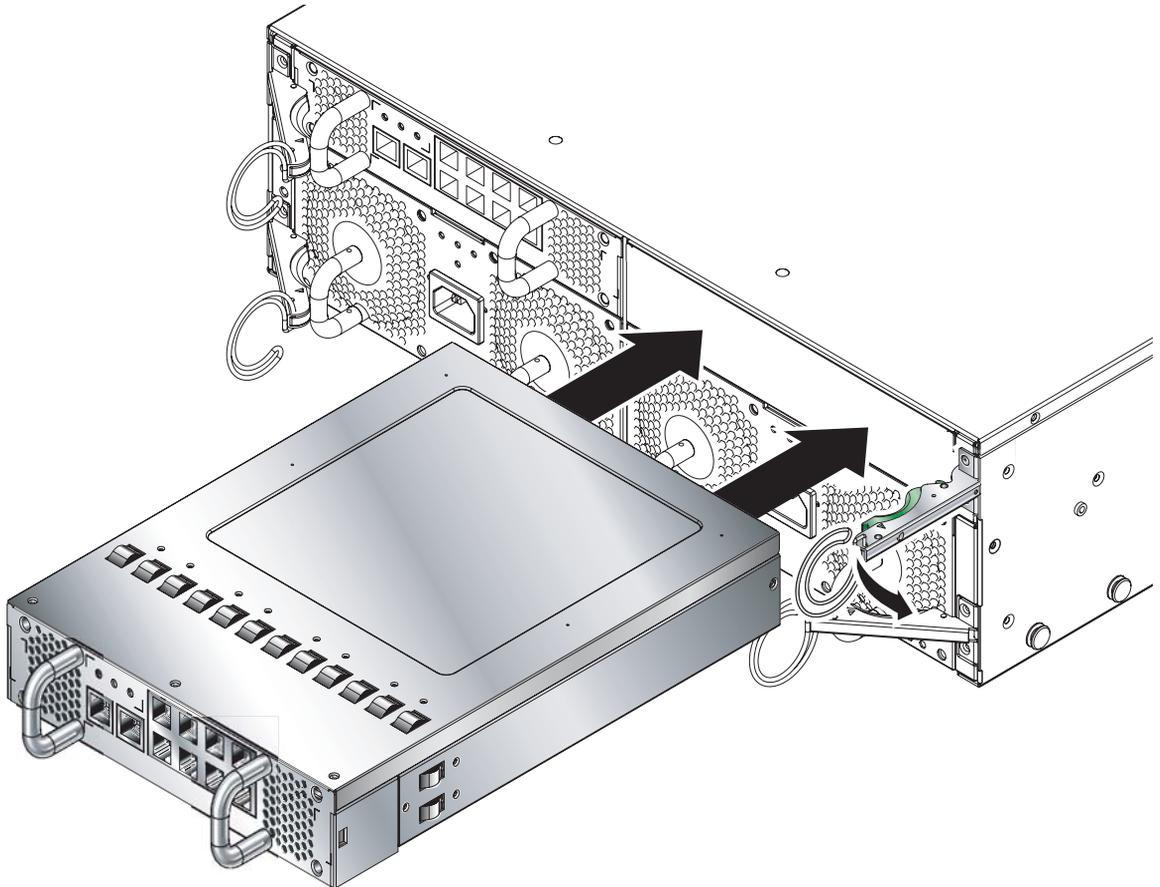

FIGURE 12-9 Alignement de l'unité commutateur/contrôleur système avant son insertion
2. Vérifiez que le dispositif d'éjection du châssis est totalement ouvert et qu'il n'obstrue pas l'ouverture du châssis (FIGURE 12-9).